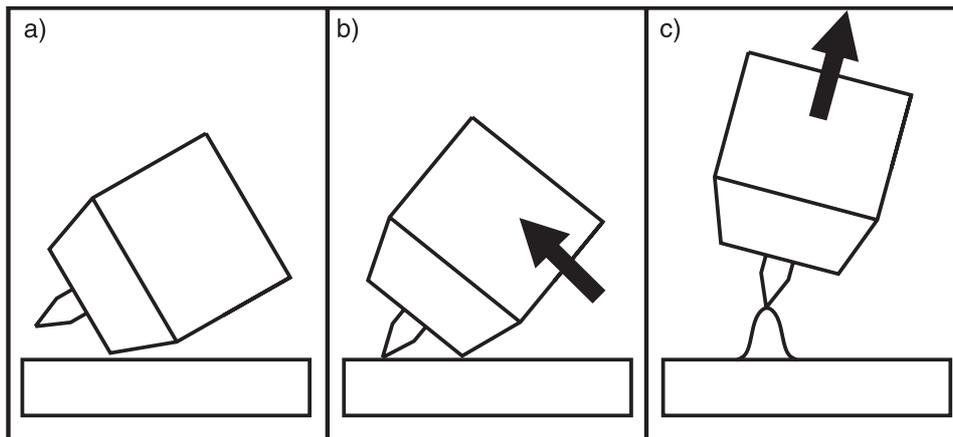

Рис. 1
- Выполните сварку (см. рис.1)
Выполнение сварки (см. также рис. 1)
- Концом вольфрамового электрода осторожно коснитесь изделия (рис. 1, b).
- Дуга возбуждается при подъеме горелки и ее возврате в обычное положение (рис. 1, с).
- Расположите сопло сварочной горелки относительно изделия, как показано на рис. 1, а. Расстояние между концом электрода и изделием должно составлять 2 – 3 мм.